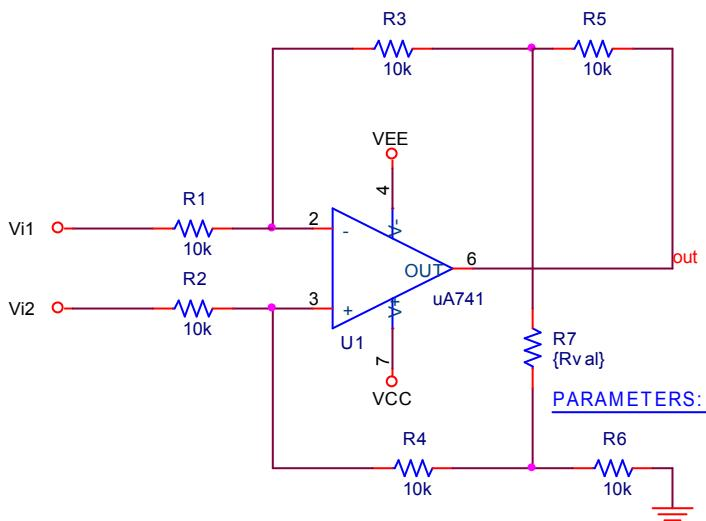

图 8.1.14 增益可调的差动放大电路
8.1.14 图 8.1.14 所示是增益可调的差动放大电路, 调节电阻 R_7 可以改变电压增益 $A_{VD} = v_o / (v_{i1} - v_{i2})$ 。计算电阻 R_7 从 $1\text{--}10\text{k}\Omega$ 变化时 (低频) 电压增益的变化曲线, 确定增益的调节范围。(ti8_2_5)